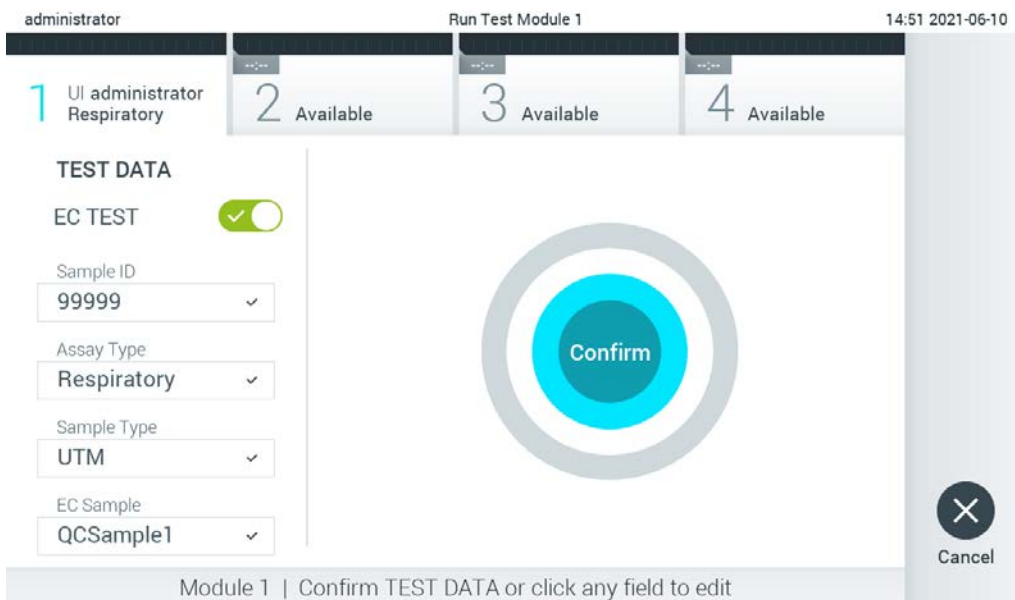

Figura 92. O ecrã Confirm (Confirmar).
7. É apresentado o ecrã Confirm (Confirmar). Analise as informações introduzidas e realize as alterações necessárias, pressionando os campos relevantes no ecrã tátil e editando as informações (Figura 92).